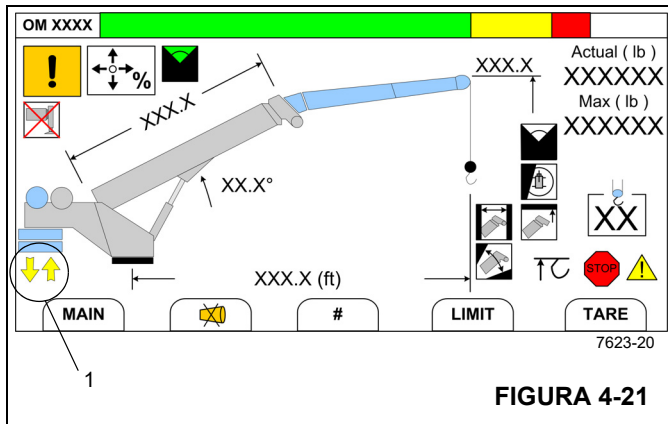

FIGURA 4-21
4. Coloque o monitor do console do operador na tela do Modo de operação RCL (Figura 4-21) (consulte *Seção 7, Limitador de capacidade nominal*).